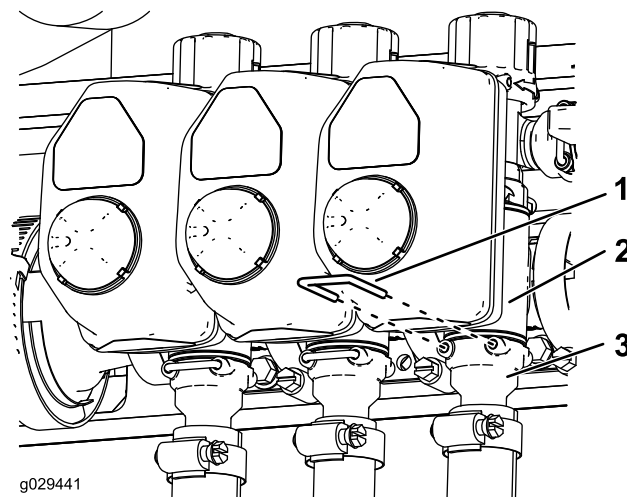

Figure 1
4. Sur le côté droit de la machine, derrière le réservoir, déposez les fourches des 3 raccords de flexible et débranchez les raccords des vannes de section (Figure 1).